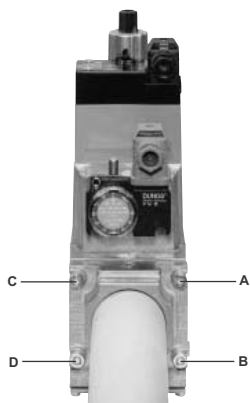
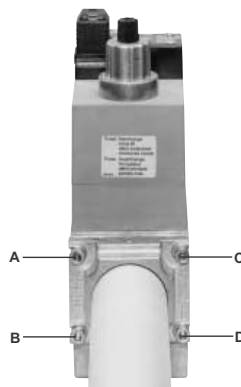

Рис. 9
Рис. 10
1. Расслабить винты A и B, но **не снимать** их (Рис. 9 и Рис. 10)
2. Отвинтить винты C и D (Рис. 9 и Рис. 10)